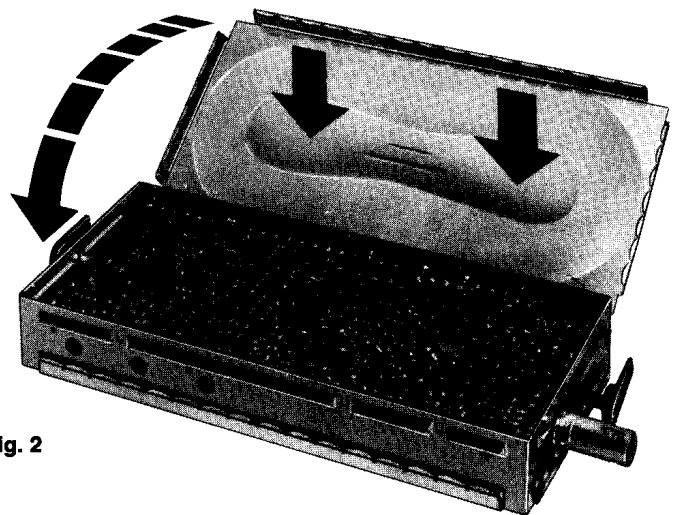

Fig. 2
2. Prima di rimettere il coperchio, ripremere la scanalatura della lamiera dall'interno per rimetterla in posizione normale (Fig. 2).